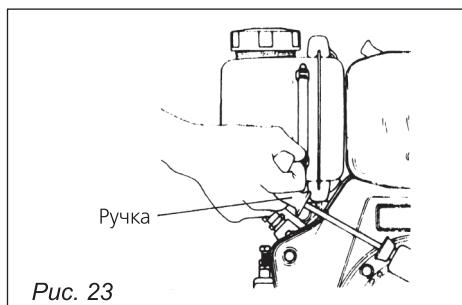

Рис. 23
- в) Энергично потяните двумя руками ручку ручного пускового устройства (рис. 23).